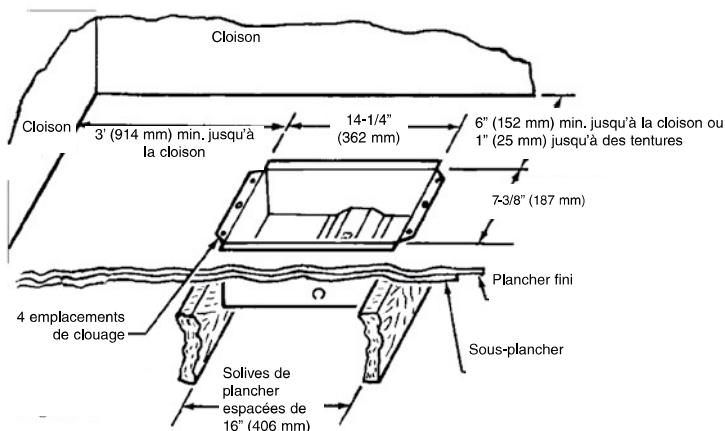

Figure 1
1. Fournissez une ouverture de 7-3/8" sur 14-1/4" (18,7 x 36,2 cm) dans le plancher, à au moins 6" (15,2 cm) du mur, avec son côté le plus long parallèle au mur ou à la cloison, comme c'est montré en Figure 1.